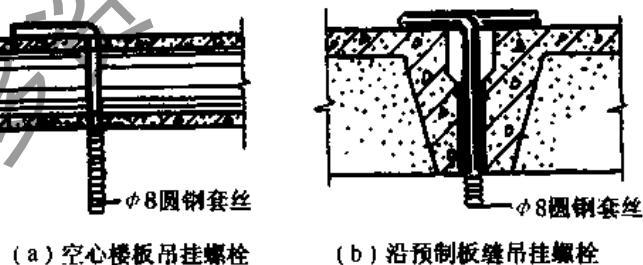
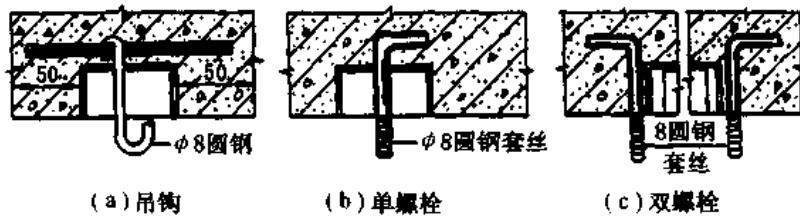

图 9-20 吊挂螺栓的安装
图 9-21 吊钩和螺栓的安装
(1) 确定安装位置。室内灯具悬挂的最低高度通常不得低于 2m，室内开关一般安装在门边或其他便于操作的位置。拉线开关离地面高度不应低于 2m，扳把开关不低于 1.3m。
(2) 选择安装电线。室内照明灯具一般选择铜芯软电线，其最小截面积为  $0.4\text{mm}^2$ ，如安装用电量大的灯具，应计算线路电流，按安全载流量确定导线截面。
(3) 固定安装底座。底座通常采用木台或塑料圆台，固定底座的方法有多种，主要根据安装灯具的质量选择适当的固定方法。图 9-20 所示为采用吊挂螺栓来固定安装底座，图 9-21 所示为采用吊钩、螺栓来固定安装底座。常用的还有用弓形板和膨胀螺栓来固定安装底座。木台固定前将电源线引出，木台固定后把电源线从挂线盒底座穿出，用木螺丝将挂线盒紧固在木台上。